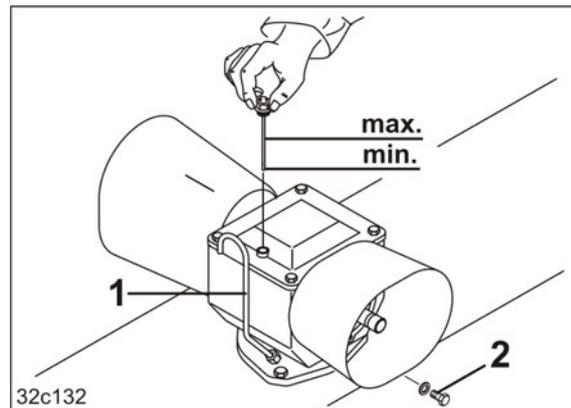

Fig. 177
Das Getriebe besitzt ein Entlüftungsrohr (Fig. 177/1). Die Entlüftung muss gewährleistet sein, damit das Getriebe nicht undicht wird.
3. Die Ölablassschraube (Fig. 177/2) heraus-schrauben.